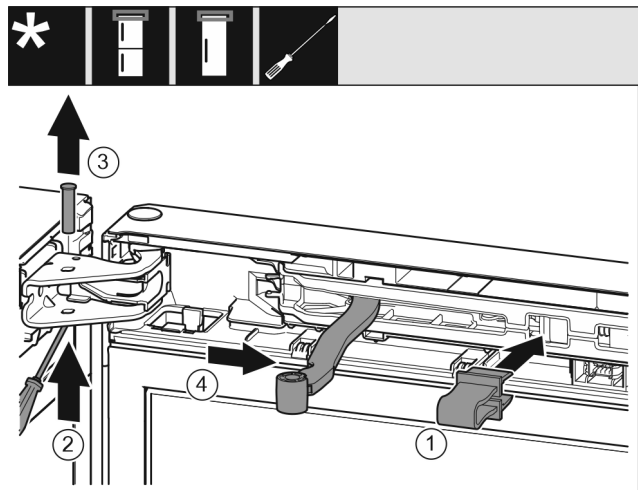

Fig. 9
- Fikساتorių Fig. 9 (1) užfiksuokite angoje.
- Išstumkite kaištį Fig. 9 (2).
- Išimkite kaištį Fig. 9 (3) į viršų.
- Pasukite lankstą Fig. 9 (4) durų kryptimi.